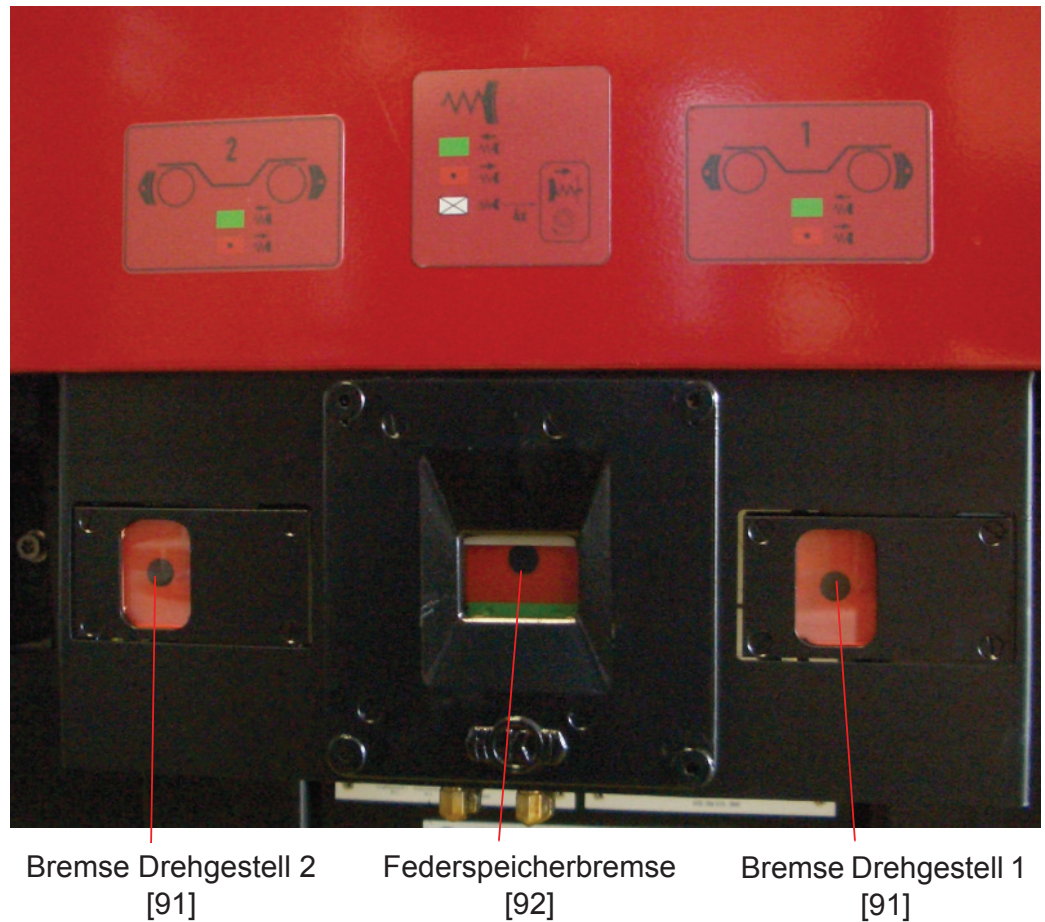

Bild 9-81 Brems-Schauzeichen bei abgestelltem Fahrzeug (HL entleert)
- Schauzeichen kontrollieren, ob Federspeicherbremse anliegt (Federspeicher-Schauzeichen muss auf die Farben Rot/Grün oder Rot/Rot wechseln (siehe Bild 9-81 auf Seite 229).